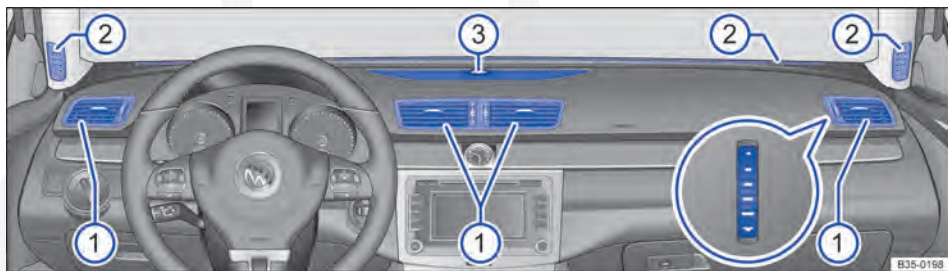

Fig. 190 No painel de instrumentos: difusores de ar.
Para que uma potência de aquecimento, uma refrigeração e uma entrada de ar suficientes sejam atingidas no interior do veículo, os difusores de ar ⇒ Fig. 190 ① devem ser mantidos sempre abertos.